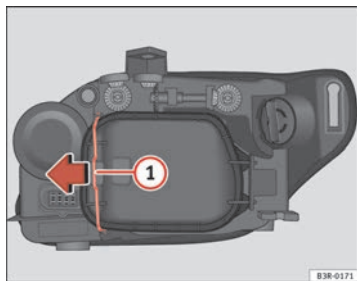

Fig. 198 Feux de croisement
⇒ page 279, fig. 198; il facilite le remplacement de l'ampoule de direction. ■
- Déplacez le tirant ⇒ fig. 198 ① dans le sens de la flèche et retirez le couvercle rigide en séparant d'abord le côté du tirant et en ôtant ensuite les deux languettes de l'autre extrémité du couvercle.